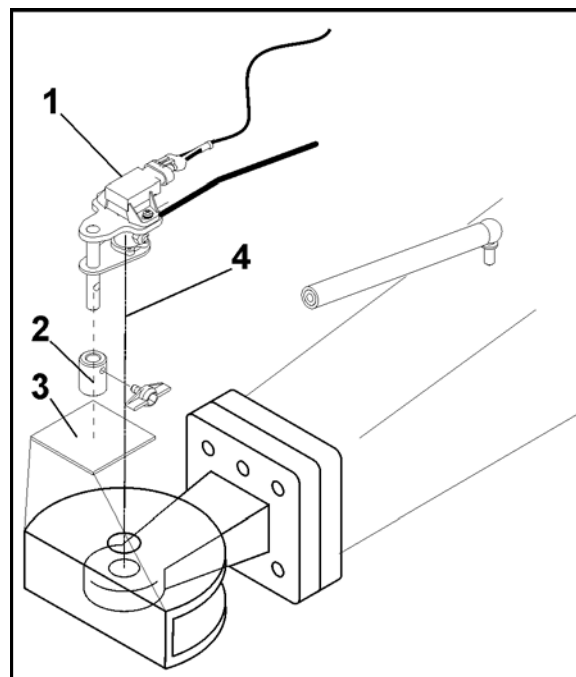

Fig. 117
- Mențineți cât se poate de redusă distanța dintre punctul de cuplare și traductorul unghiului de rotație (Fig. 117/ X) (îndeosebi în cazul proțapului cu agățător).